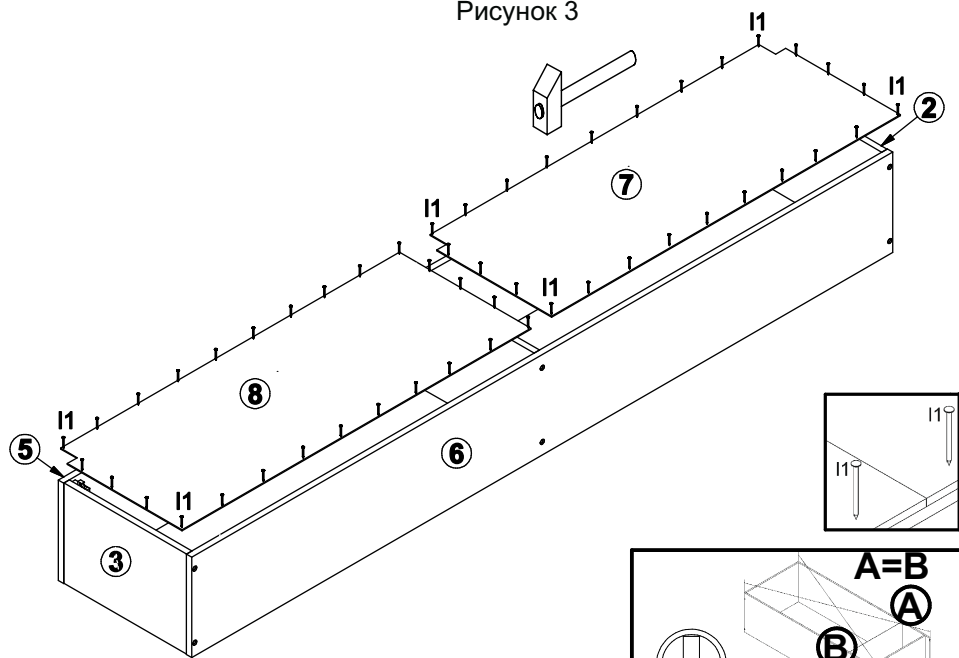

Рисунок 4
7. Положить корпус изделия фасадными кромками вниз на ровную поверхность и выровнять его, измеряя рулеткой расстояния между противоположными углами по диагонали. Расстояния должны быть равными (см. рис. 4).
8. Закрепить стенки задние **7, 8** на корпусе изделия гвоздями **l1** с шагом **80-120 мм (см. рис. 4)**.